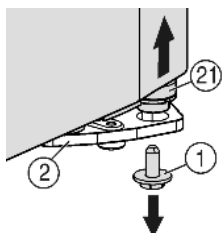
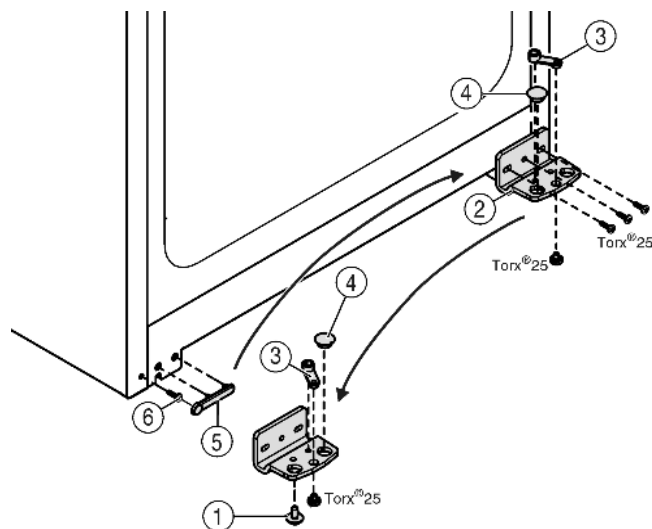

Fig. 4
Fig. 5
- V pravo dolu na konzole ložiska vyskrutkujte poistnú skrutku Fig. 4 (1).
- Čap ložiska Fig. 4 (21) sa uvoľní z konzoly ložiska Fig. 5 (2).
- V prípade, že sa čap ložiska Fig. 4 (21) neuvoľní, čap vytlačte zdola.
- Odskrutkujte ložiskovú konzolu Fig. 5 (2).
- Ložiskový diel Fig. 5 (3) odskrutkujte a premiestnite ho do protiahlého otvoru uloženia ložiskovej konzoly, opäť priskrutkujte.
- Trň Fig. 5 (4) vyberte z ložiskovej konzoly a premiestnite ho do protiahlého otvoru uloženia ložiskovej konzoly.
- Opatrne odoberte kryt Fig. 5 (5) na strane držadla.
- Vyskrutkujte skrutku Fig. 5 (6) a zaskrutkujte na opačnej strane.
- Opäť nasadte kryt Fig. 5 (5).
- Ložiskovú konzolu Fig. 5 (2) pevne naskrutkujte na novej strane závesu (s ťahovacím momentom 4 Nm), príp. pomocou akumulátorového skrutkovača.
- Poistnú skrutku Fig. 4 (1) zaskrutkujte dolu do ložiskového čapu a dotiahnite (s ťahovacím momentom 4 Nm).